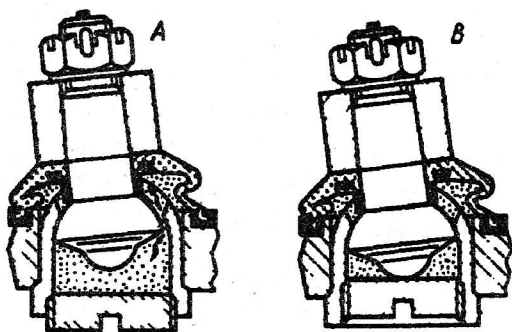

Рис. 191. Заполнение шарнира смазкой
4. Нажимая на конец тяги около смазываемого шарнира вверх, чтобы между шаровым пальцем и опорной поверхностью корпуса шарнира образовался зазор (рис. 191, А), завернуть заглушку до упора (рис. 191, В). При этом смазка пройдет под уплотнитель шарнира.